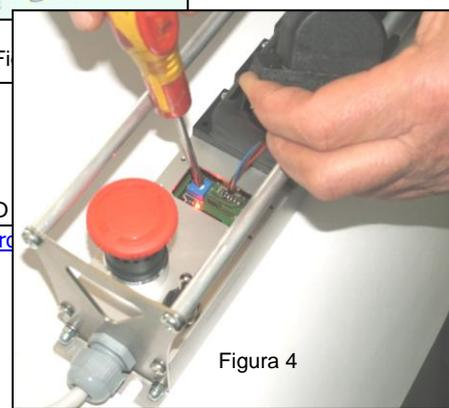

Figura 4
- D- Con un cacciavite (lama 3mm max.) regolare il trimmer avendo cura di tenere il joystick che ci interessa nella direzione che ci interessa in una posizione che faccia illuminare il LED più in basso in modo fisso (figura 4). Regoliamo il trimmer in modo di avere un movimento quasi impercettibile del cilindro (se la consolle non è installata sulla macchina dovremo aiutarci con un ampero-